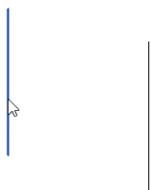

图 2-53 选择图元
(1) 选择要镜像的图元，如图 2-53 所示。
(2) 单击“修改”选项卡“修改”面板“镜像—拾取轴”按钮，打开选项栏。